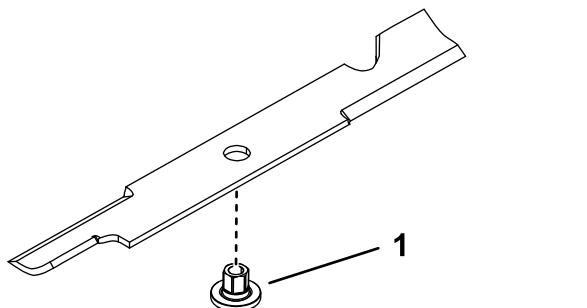

Рисунок 92
1. Вставьте втулку через отверстие в ноже так, чтобы фланец втулки был на нижней (обращенной к травянистому покрову) стороне ножа (Рисунок 92).